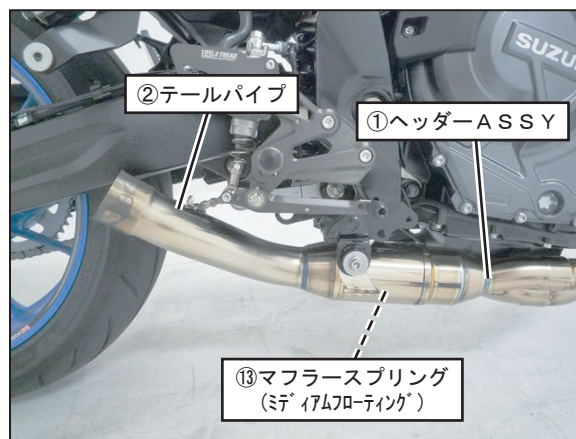

FIG. 7
6. ①ヘッダーASSYに②テールパイプを取り付け、⑬マフラスプリング（ミディアムフローティング）をスプリング取付工具を使用して取り付けて下さい。（FIG. 7参照）